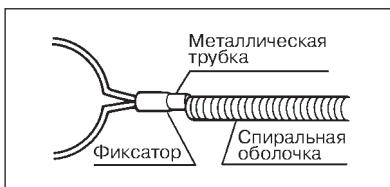

Рис. 13.
(7) При застревании металлической трубки петли в области дистального конца спиральной (проволочной) оболочки (см. рис. 13) запрещается форсированное перемещение ползунок в проксимальном направлении. Необходимо ослабить натяжение петли лёгким перемещением ползунок в дистальном направлении, после чего осторожно переместить ползунок в проксимальном направлении и повторить попытку полностью втянуть металлическую трубку в просвет спиральной (проволочной) оболочки.